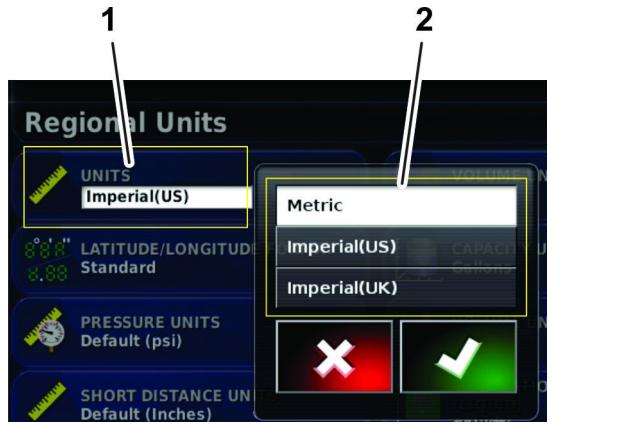

图 20
5. 根据所需选择正确的单位和喷洒率并按确认图标 图 20。